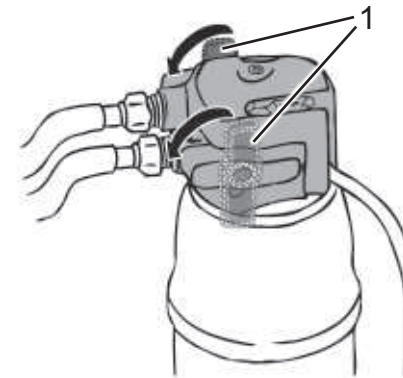

Abb. 31
14. Verriegeln Sie den Filterkopf wieder. Drehen Sie dazu den Verriegelungshebel in die gezeigte Pfeilrichtung (Abb. 31/1). Falls sich der Verriegelungshebel nicht drehen lässt, sitzt der Filterkopf nicht richtig auf der Filterkartusche.